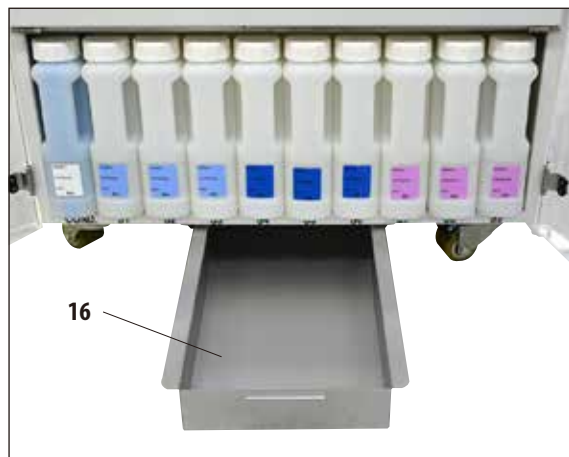

図 230
ドリフトレー (16) は、試薬漏れの痕跡がないか定期的に点検してください (図 230)。点検は、浸透プログラムと洗浄プログラムを実行した後、漏れた試薬が蒸発する前に行うことを推奨します。
- ・ これを行うには、ハンドル (図 230) でトレーを引き出し、必要に応じて空にします。